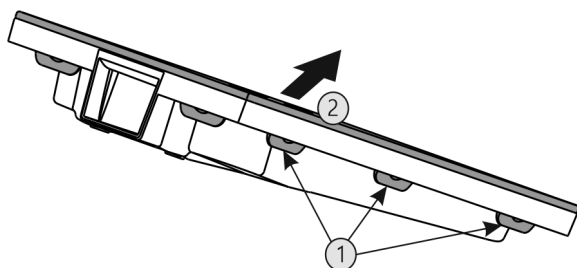

Fig. 65
- ▶ Apăsăți toate eclisele Fig. 65 (1) consecutiv și scoateți capacul Fig. 65 (2).